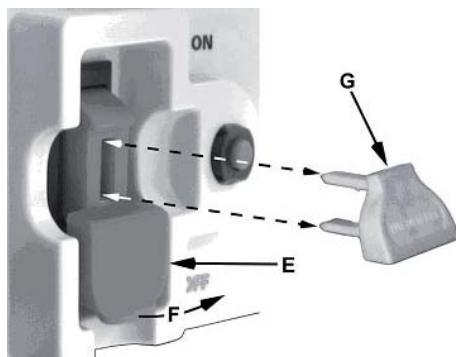

Рис. 25
- Чтобы включить станок, переключите выключатель в верхнюю позицию (F, Рис. 25).
## Замыкающий ключ (рис. 25)